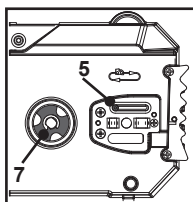

Fig. 37
1. Démonter le guide-chaîne (9) et la chaîne (8) en procédant dans l'ordre inverse du montage.
2. Vérifier si l'orifice de lubrification (5) est bouché et le nettoyer si nécessaire afin d'assurer la bonne lubrification du guide-chaîne et de la chaîne pendant le fonctionnement. Utiliser un fil souple suffisamment petit pour l'insérer dans l'orifice d'évacuation de l'huile (Fig. 37).